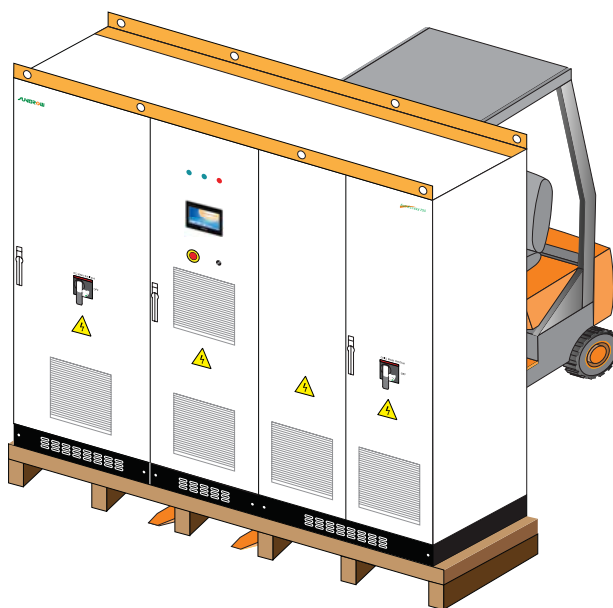

图7-2 叉车运输
- 如果拆卸包装的地点离安装位置较远，可以带底部木托盘使用叉车运输。如图 7-2 所示。